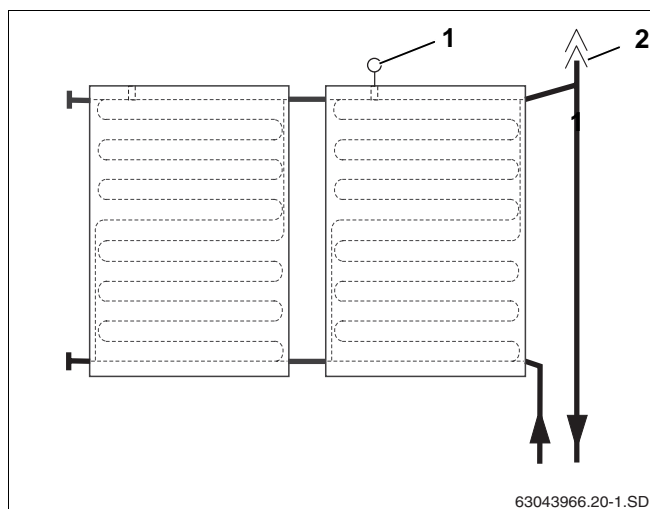

Bild 58 Luftbehållare med avluftare för framledningsanslutning
Om du vill avlufta solvärmesystemet med en automatisk avluftare (tillbehör) på anläggningens högsta punkt, måste framledningen läggas så att den stiger mot avluftaren (bild 58, **pos. 2**) och returledningen så att den stiger mot solpanelsgruppen (fig. 58).